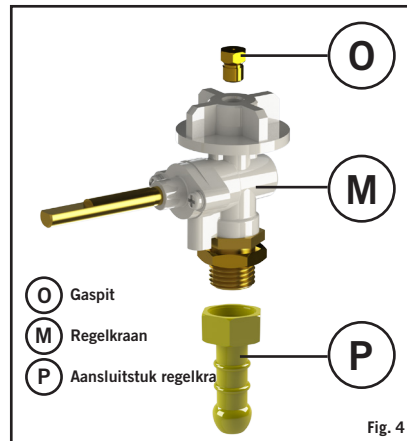

Fig. 4
**Toestel categorieën:** I 3B/P (30), I 3+ (28-30/37) and I 3B/P (37), (DK, FI, NO, NL, SE, AT, DE, BE, ES, FR, IE, IT, PT, GB, CH)
- Sluit op het andere uiteinde een geschikte 30 mbar lage druk (I 3B/P (30), I 3+ (28-30/37) Butaan configuraties) aan of een 37 mbar lage druk gasregelaar (I 3+ (28-30/37) Propan configuratie), en ervoor zorgen dat de slang goed geplaatst zit. De gas slang die gebruikt wordt moet voldoen aan de norm BS 3212:1991/SABS 1156-2 of gelijkwaardig. In Zuid Afrika moet de gasregelaar die gebruikt wordt voldoen aan de norm SANS 1237.
**Toestel categorieën:** I 3B/P (50) (AT, DE)
- Schroef een gas slang, met op beide uiteinden de juiste fittingen met schroefdraad, op de linkse 1/4" BSP schroefdraad van de regelkraan (O) (Fig.4). Sluit een geschikte 50 mbar lagedruk gasregelaar aan op het andere uiteinde van de gas slang. De gas slang die wordt gebruikt moet voldoen aan de norm DIN 4815 deel 2 of gelijkwaardig.